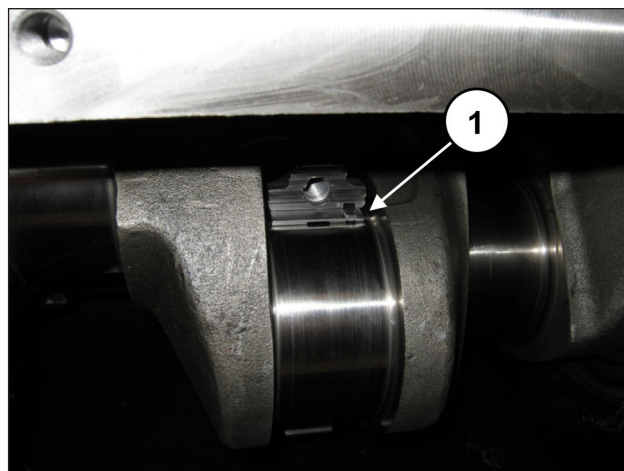

Fig. 65
Inserire i semicuscinetti superiori tra le bielle e l'albero (pos. ①, Fig. 65).